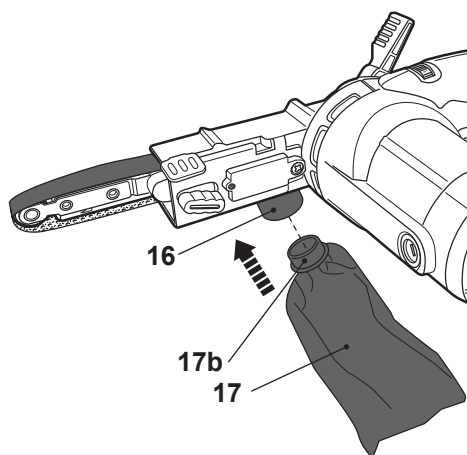

Fig. 9
- > Alinhe o conector do saco de recolha do pó (17b) com a saída de extração do pó (16).
- > Introduza todo o conjunto do saco de recolha do pó (17) na saída de extração do pó (16) até ao fim. (Fig. 9).